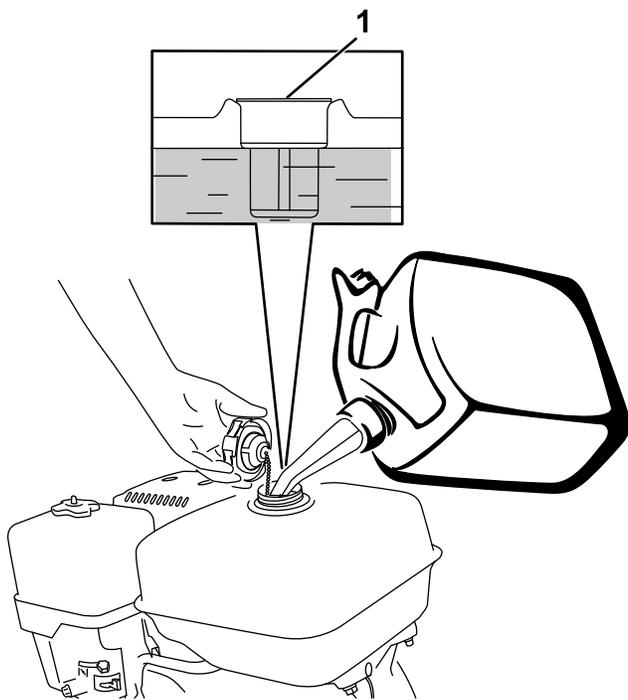

Figure 11
3. Remplissez le réservoir de carburant jusqu'en haut du filtre (Figure 11).